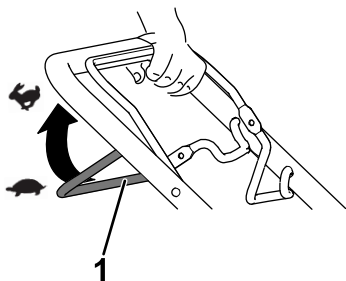

Figure 10
- Pour engager l'autopropulsion, serrez et maintenez la barre de commande d'autopropulsion contre le guidon (Figure 10).